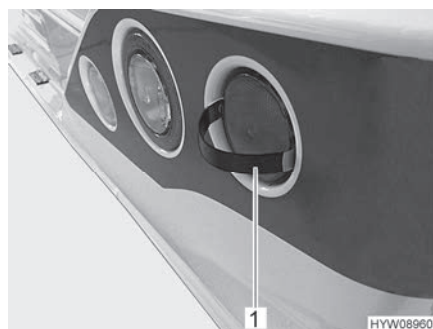

Fig. 134 Retirer le couvercle
- Introduire les languettes de verrouillage de l'outil fourni (Fig. 134,1) comme illustré à côté du couvercle.